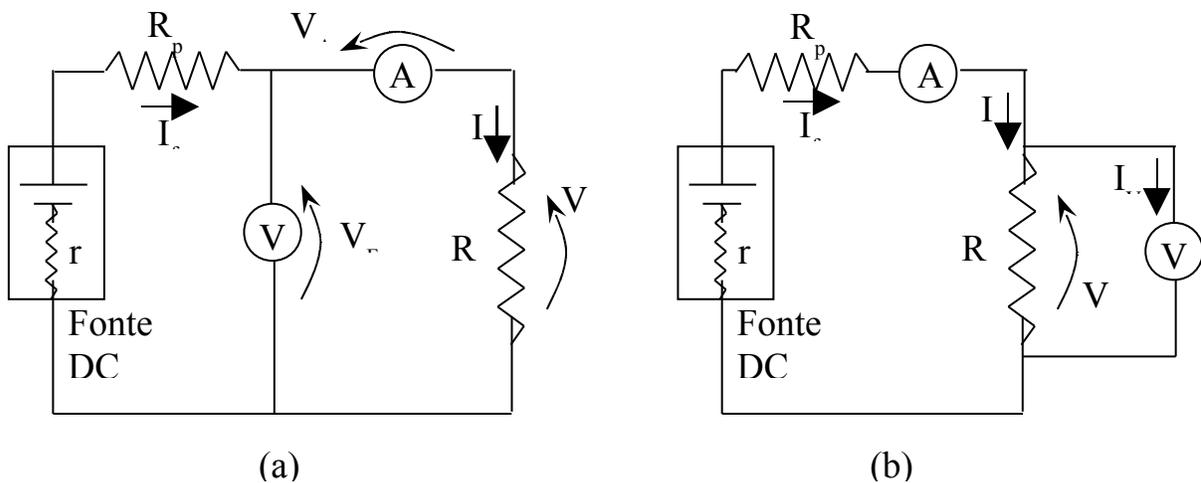

Figura 1.1: Ligações propostas para encontrar o valor da resistência R
Uma análise qualitativa da tensão que pode ser aplicada nos circuitos que serão utilizados deve ser feita baseando-se nas características dos seus componentes, resistência interna de um voltímetro real elevada, da ordem de $M\Omega$ e o amperímetro baixa, da ordem de Ω , potência dos resistores e no tipo de associação feita, conforme pode ser visto na **Figura 1.1**.
- Monte o circuito apresentado na **Figura 1.1 (a)**, sendo R uma das resistências fornecidas. Quando a resistência utilizada for a baixa, utilize também um resistor de proteção R_p de aproximadamente **220 Ω** , para evitar que a corrente que atravessa o circuito seja muito alta e provoque um curto circuito. Mais detalhes sobre a necessidade, de um resistor de proteção serão explicados posteriormente.
- Repita o procedimento já realizado utilizando o circuito apresentado na **Figura 1.1 (b)**.